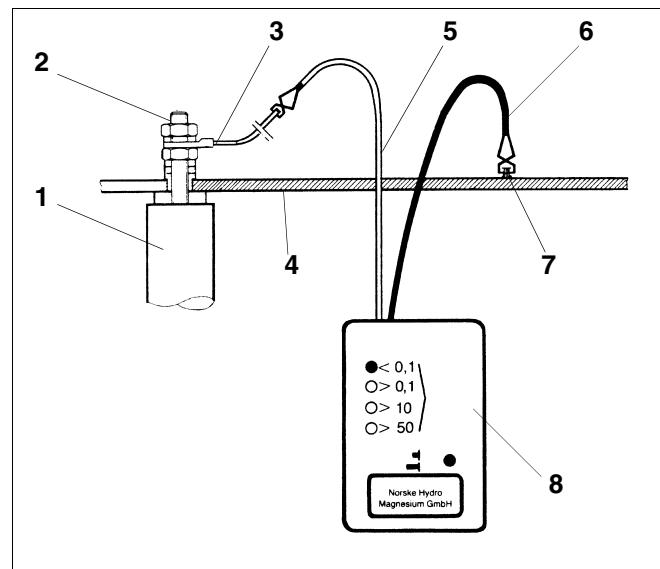
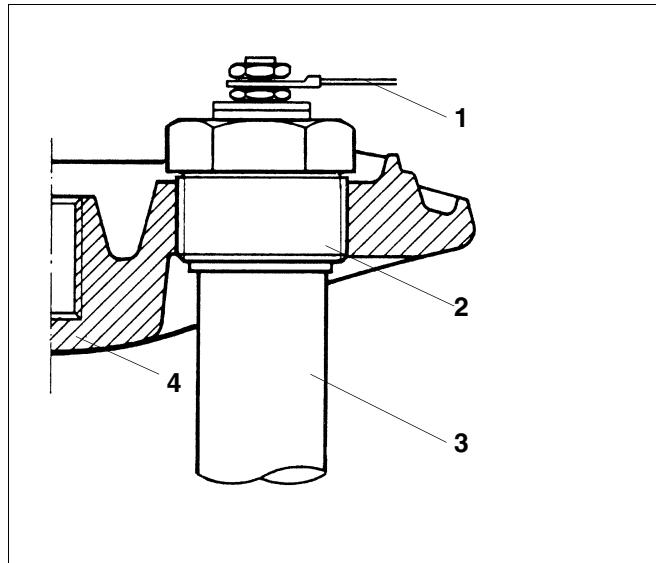

Рис. 2 Проверка анода контрольным прибором
Рис. 3 Резьбовое соединение R1½
Проведение измерения защитного тока с помощью контрольного прибора для проверки анода (рис. 2, поз. 8) возможно только на баках с изолированной установкой магниевого анода (рис. 3 - рис. 6). На баках типа HT/H 70, HT/H 110, S 120 и SU 160-200 магниевые аноды установлены без изоляции (рис. 7). Перед использованием контрольного прибора, работающего на батарейках, следует проверить его работоспособность.
Красный измерительный провод прибора (рис. 2, поз. 5) следует подключить к аноду, черный (рис. 2, поз. 6) - к баку-водонагревателю.
- При использовании кабеля заземления со штекером красный кабель необходимо подключить к резьбе M8 магниевого анода (рис. 2, поз. 2).
Экспликация к рис. 2: проверка анода контрольным прибором
Применяется на TBS-Isocal SEN / SED 140 - 600 и ST / H / B / R 200 - 600 (рис. 3).
- Отсоединить кабель заземления от магниевого анода (рис. 3, поз. 1).
- Гаечным ключом SW 50 выкрутить магниевый анод (рис. 3, поз. 3).
Экспликация к рис. 3: резьбовое соединение R1½